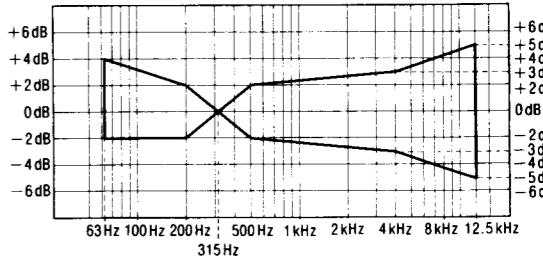

Fig. 5
- Comprobar que la frecuencia esté dentro de la gama mostrada en la Fig. 5 tanto para CH-I como para CH-D.